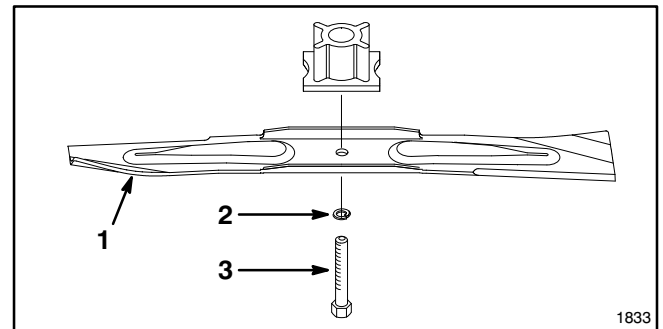

Figure 25
5. DÉPOSE DE LA LAME—Tenir la lame par l'extrémité avec un chiffon ou un gant épais. Retirer le boulon de lame, la rondelle de blocage et la lame (Fig. 25).